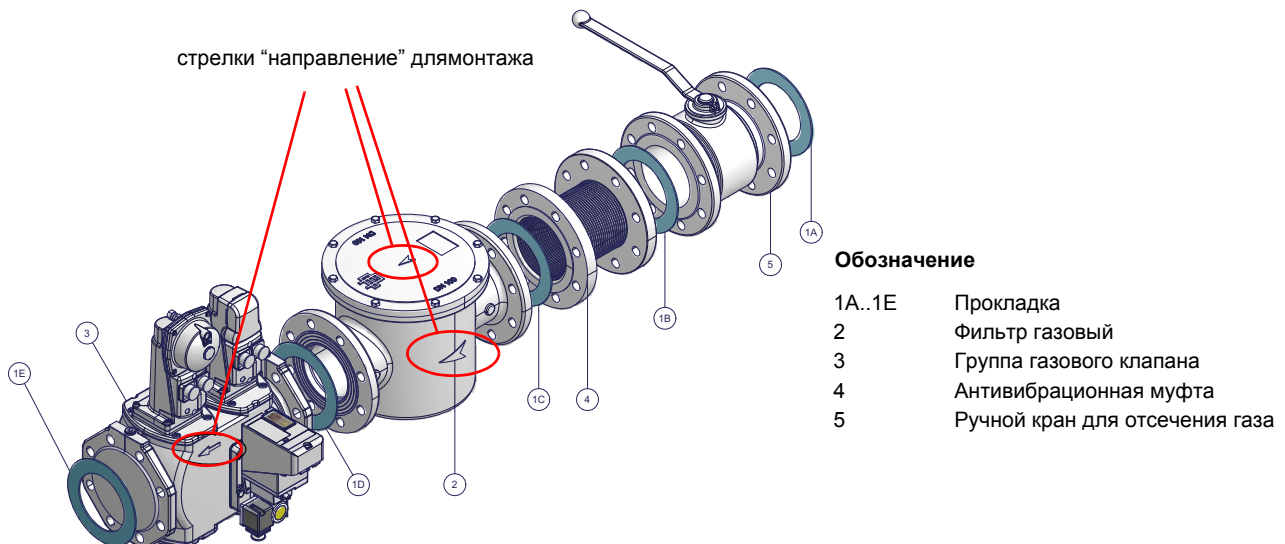

Рис. 2 - Пример газовой раампы
- 1 - б) при фланцевых соединениях: между соседними компонентами устанавливать прокладку (1A..1E - Рис. 2), совместимую с используемым газом,
ВНИМАНИЕ: после монтажа газовой раампы согласно схеме на Рис. 2, необходимо провести тестирование на герметичность газового контура, согласно требований действующих нормативов.
ВНИМАНИЕ: после монтажа газовой рампы согласно схеме на Рис. 2, необходимо провести тестирование на герметичность газового контура, согласно требований действующих нормативов.
- 1 - б) при фланцевых соединениях: между соседними компонентами устанавливать прокладку (1А..1Е - Рис. 2), совместимую с используемым газом,